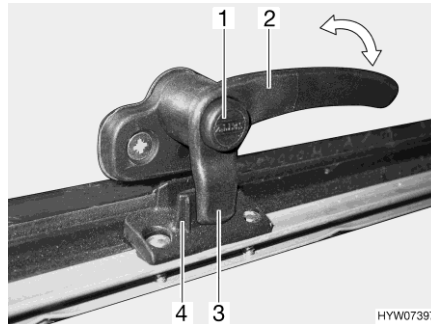
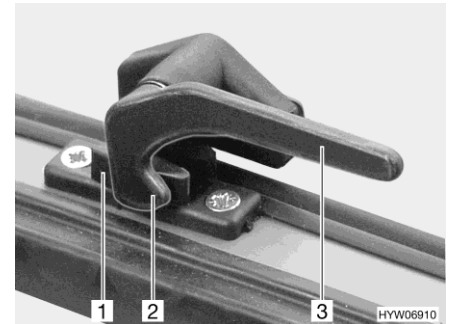

Bild 69 Låsarm med låsknapp i läget "stängd"
Bild 70 Låsarm i läget "stängd"
- Tryck på låsknappen (Bild 69,1) om sådan finns och håll den nedtryckt.
- Sväng låsarmen (Bild 69,2 eller Bild 70,3) ett kvarts varv mot fönstrets mitt.
- Sväng låsarmen (Bild 69,2 eller Bild 70,3) ett kvarts varv mot fönsterkarmen.
Låsspaken (Bild 69,3 eller Bild 70,2) på låsarmen sitter helt på fönsterlåsets insida (Bild 69,4 eller Bild 70,1).
- I läget "helt stängt" (Bild 69 och Bild 70)